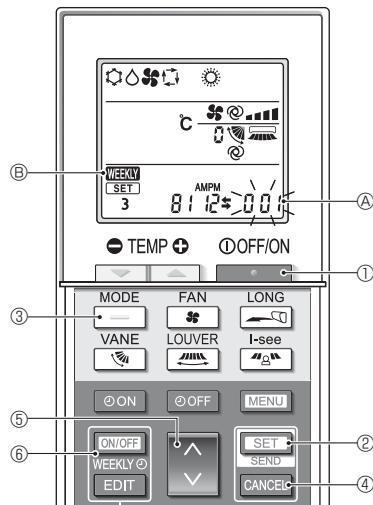

Fig. 4-12
4.12.8. Come disattivare il modo AUTO (Fig. 4-12)
- Premere il pulsante **OFF/ON** ① per arrestare il condizionatore d'aria.
- Se il timer settimanale è attivato, premere il pulsante **ON/OFF** ⑥ per disattivarlo. (**WEEKLY** Ⓑ scompare.)
- Premere il pulsante **SET** ② per 5 secondi.
- Premere il pulsante **↓** ⑤.
- Completamento delle impostazioni (Fig. 4-12)